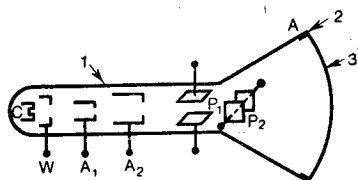

Fig. 5 Oscillographe
5. En utilisant la *fig. 5* et le texte de l'exercice 3, racontez l'organisation de l'oscillographe cathodique.